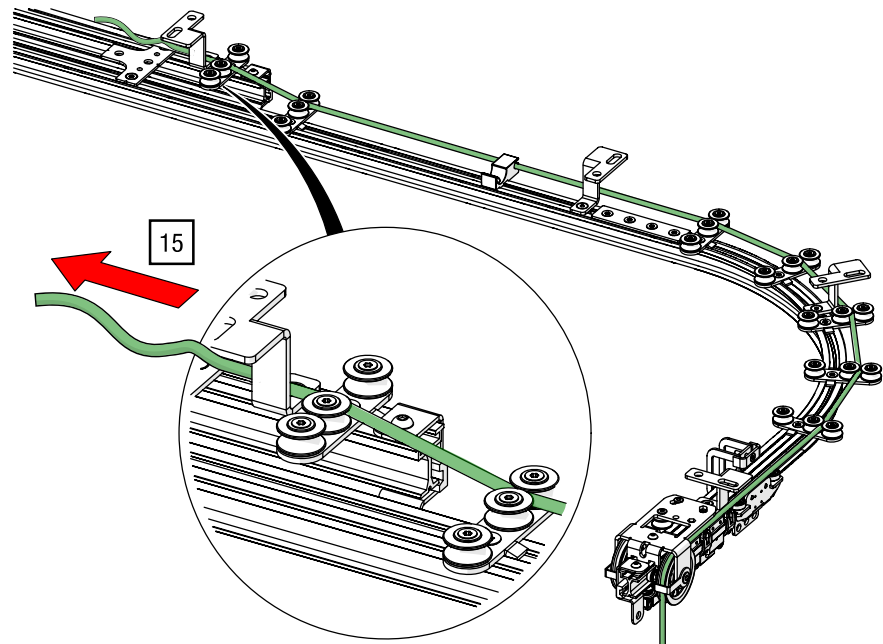

Abb. 97: Obenliegende Seilführung – Leiten von Seil auf zweiten Schienenlauf
15. Führen Sie das Seilende durch die zwei Umlenkrollen auf den zweiten Schienenlauf (siehe Abb. 97).